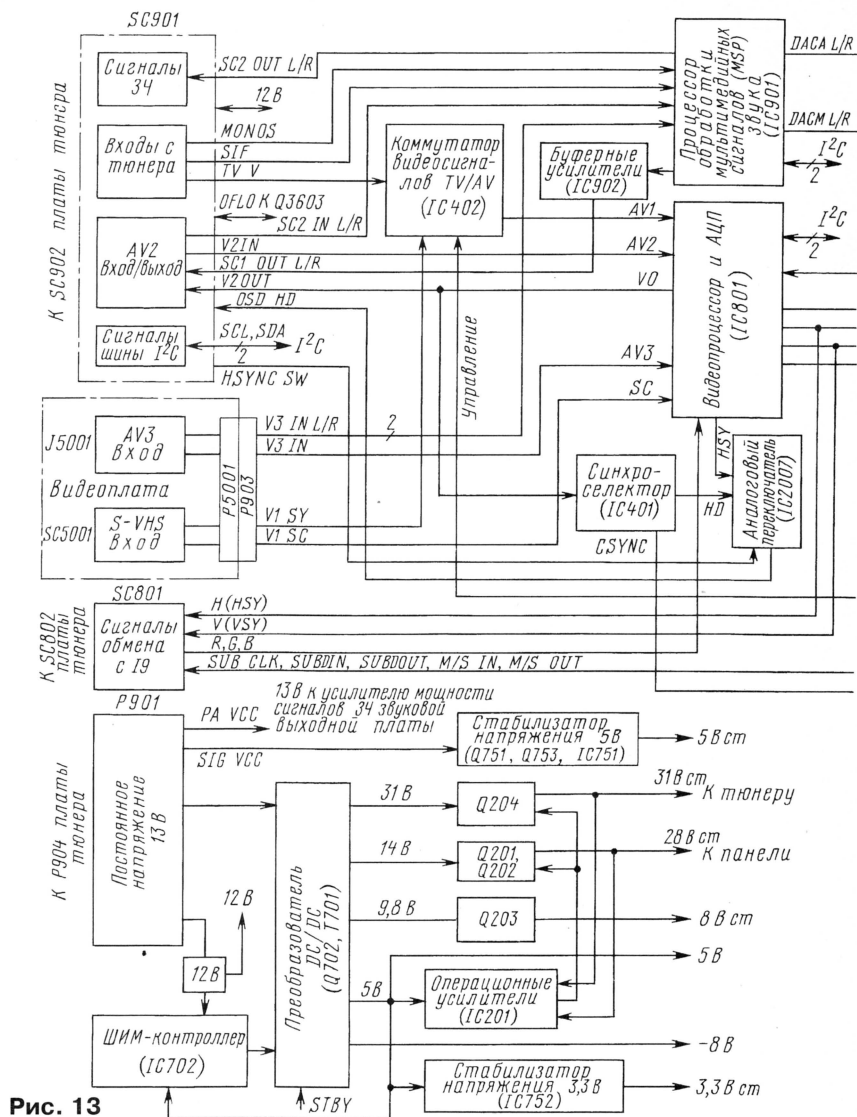
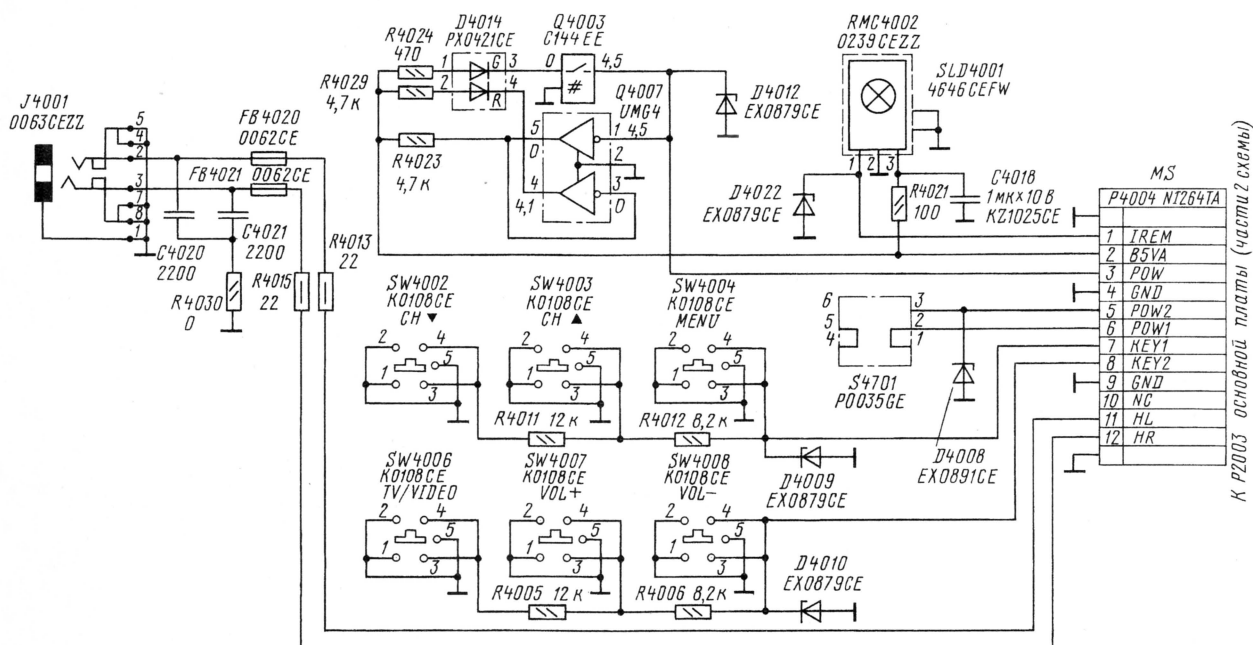

Рис. 13
Рис. 15
Структурная схема платы тюнера показана на рис. 12, а остальных узлов телевизора «Sharp — LC-20C2E» — на рис. 13. Принципиальная схема платы тюнера представлена на рис. 14 (на центральном развороте — с. 40, 41).
Радиочастотный сигнал RF поступает непосредственно на антенный вход самого тюнера (см. рис. 12), находящегося на плате тюнера. На его выходах формируются следующие сигналы: SSIF — сигнал ПЧ звука, который через контакт SIF разъема SC902/SC901 проходит на основную плату (см. рис. 13), а именно — на процессор обработки мультимедийных сигналов звука IC901 (IX3371CE); CCVS (см. рис. 12) — полный цветовой телевизионный видеосигнал, который через контакт TV V того же разъема приходит на микросхему коммутатора видеосигналов (см. рис. 13) основной платы IC402 (NJM2235M); AUDIO MONO (см. рис. 12) — монофонический сигнал ЗЧ, который через контакт MONOS того же разъема подан также на микросхему IC901 основной платы (см. рис. 13).
На плате тюнера находятся также два гнезда J902, J903, необходимых для подключения левого (L) и правого (R) внешних громкоговорителей. На эти гнезда через усилительные каскады (на транзисторах Q8, Q9, Q11, Q12) проходят сигналы SOUND L/R с соответствующими контактами (SC2 OUT L/R) разъема SC902/SC901, на который они поступают с микросхемы IC901 основной платы (см. рис. 13).
Через соответствующие контакты (см. рис. 12) разъема SC903 (SCART) на телевизор подаются сигналы ЗЧ AV SOUND L/R и изображения AV PICTURE. Эти сигналы через контакты SC2 IN L/R и V2 IN разъема SC902/SC901 приходят на основную плату (см. рис. 13), причем звуковые сигналы — на процессор IC901, а видеосигналы — на видеопроцессор IC801 (VPC3230D).
Сформированные процессором обработки сигналов звука IC901 (см. рис. 13) сигналы ЗЧ проступают на предварительный усилитель на микросхеме IC304 (BH3543F+), а с него через контакты разъема P2003/P4004 — на находящееся на плате переключателей гнездо подключения головных телефонов J4001. Принципиальная схема платы переключателей представлена на рис. 15.